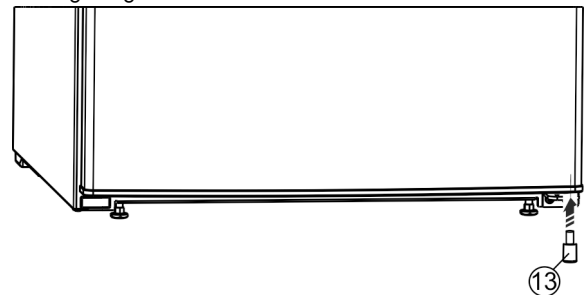

*Fig. 25 \**
- ▶ Das Distanzteil *Fig. 25 (13)* wieder rechts unten in die Tür einsetzen, weil es wichtig für die Standfestigkeit des Geräts ist.\*